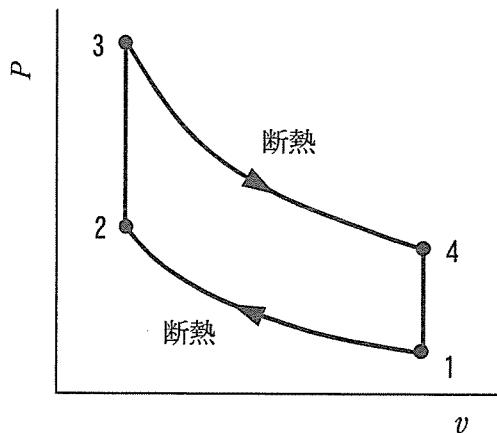
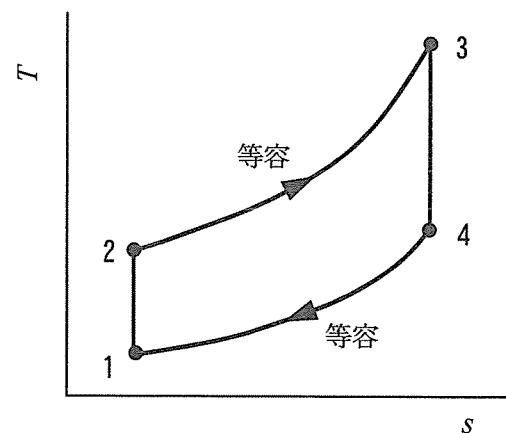

図1
図2
理想気体を作動流体とするオットーサイクルの $P-v$ 線図を図1に、 $T-s$ 線図を図2に示す。ここで、 T は絶対温度、 P は圧力、 v は比体積、 s は比エントロピー、 c_p は定圧比熱、 c_v は定容比熱、 κ は比熱比を表すものとする。また、各図の1~4はいずれも作動流体である気体の熱力学的状態点を示す番号であり、それらの状態点における熱力学的状態量の記号には、その番号を添字として用いるものとする。ここで、 c_p 及び c_v は温度によらず一定であるものとする。
- 1) オットーサイクルは2つの等容変化と2つの断熱変化で構成される。シリンダに吸入された気体は、図1の1から2への変化で断熱圧縮された後、上死点で点火されて瞬時に燃焼し2から3へ等容変化する。その際、気体の単位質量当たり q_H [J/kg] の熱が供給され圧力が上昇する。その後、気体の断熱膨張によりピストンが移動し、外部に対して仕事をする。気体は、4から1への等容変化で排気され、単位質量当たり q_L [J/kg] の熱が放熱される。